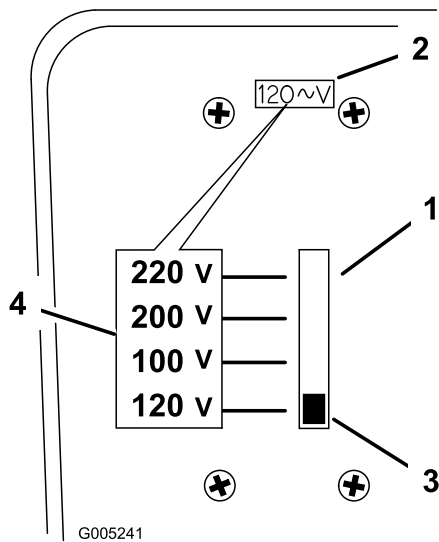

図 7
1. チャージャの裏面にある電圧セレクタを探し出してください (図 7)。
2. 選択スイッチを上下に動かして、電源の電圧に合わせる (図 7)。